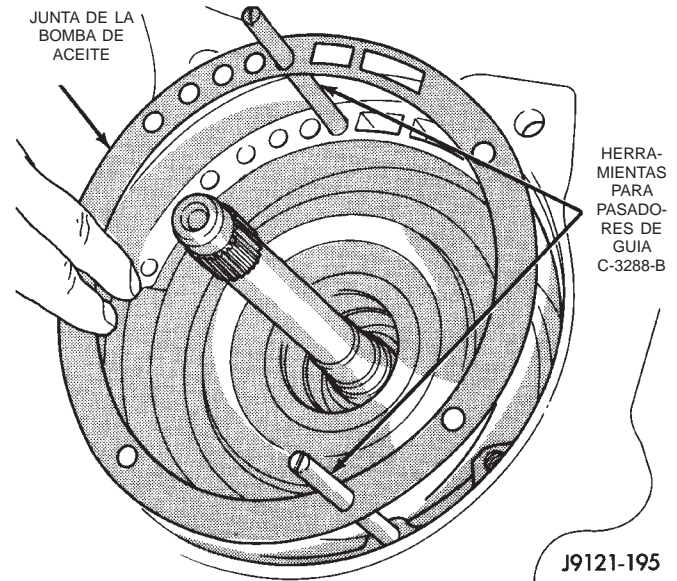
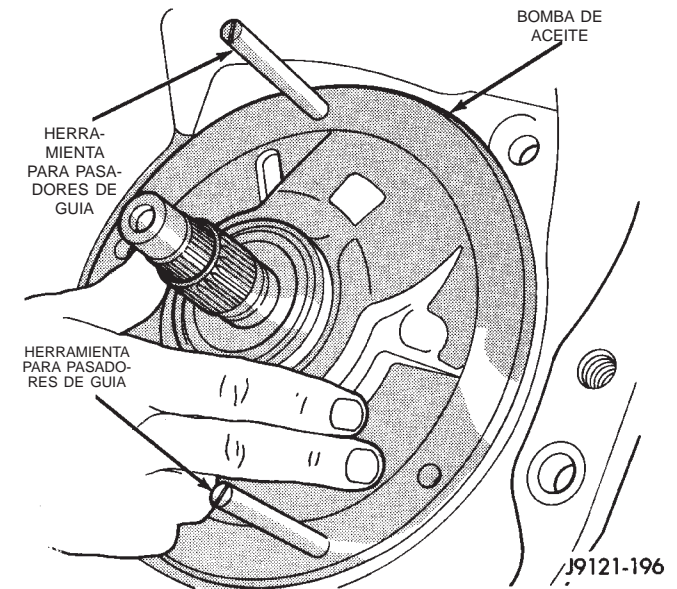

Fig. 108 Instalación de los pasadores de guía y la junta de la bomba de aceite
Fig. 109 Instalación de la bomba de aceite y el soporte del eje de reacción
(38) Enrosque dos herramientas para pasadores de guía C-3288-B en los orificios para pernos en el reborde de la bomba de aceite (Fig. 108).
(39) Alinee e instale la junta de la bomba de aceite (Fig. 108).
(40) Lubrique las juntas de la bomba de aceite con Lubricante Door Ease de Mopar® o Ru-Glyde, Door Eze o ATF Plus 3.
(41) Instale la bomba de aceite (Fig. 109). Alinee y posicione la bomba en los pasadores de guía. Deslice la bomba hacia abajo por los pasadores e introdúzcala con la mano en la maza del embrague delantero